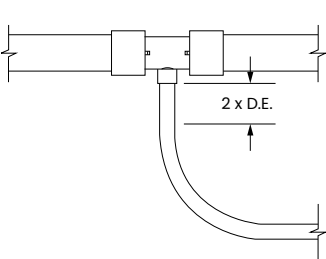

Figure 6-2 : Cintrage adéquat
Le rayon de cintrage minimal des tuyaux en PEX d’Uponor est de six (6) fois le diamètre extérieur. Des supports de cintrage sont disponibles pour les tuyaux de 3/8", 1/2", 3/4" et 1" – ces supports peuvent être utilisés pour faciliter les cintrages rigides à 90°. Des conduits larges en PVC peuvent être utilisés pour faciliter le cintrage à 90° de tuyaux en PEX plus larges. Pour réduire la contrainte sur les raccords ProPEX, éviter de changer de direction immédiatement après le raccordement. Pour déterminer si le changement de direction est trop abrupte, consulter le **tableau 6-1** et les **figures 6-2 et 6-3**. Uponor